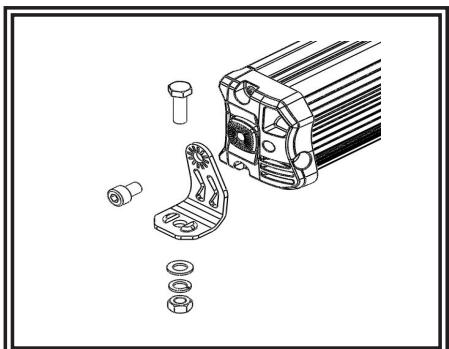

Figure 3
1. Fixer sans serrer les supports aux extrémités de la barre, comme indiqué en FIGURE 3.
- Befestigen Sie die Halterungen lose an den Enden der Leiste, wie in ABBILDUNG 3 dargestellt.